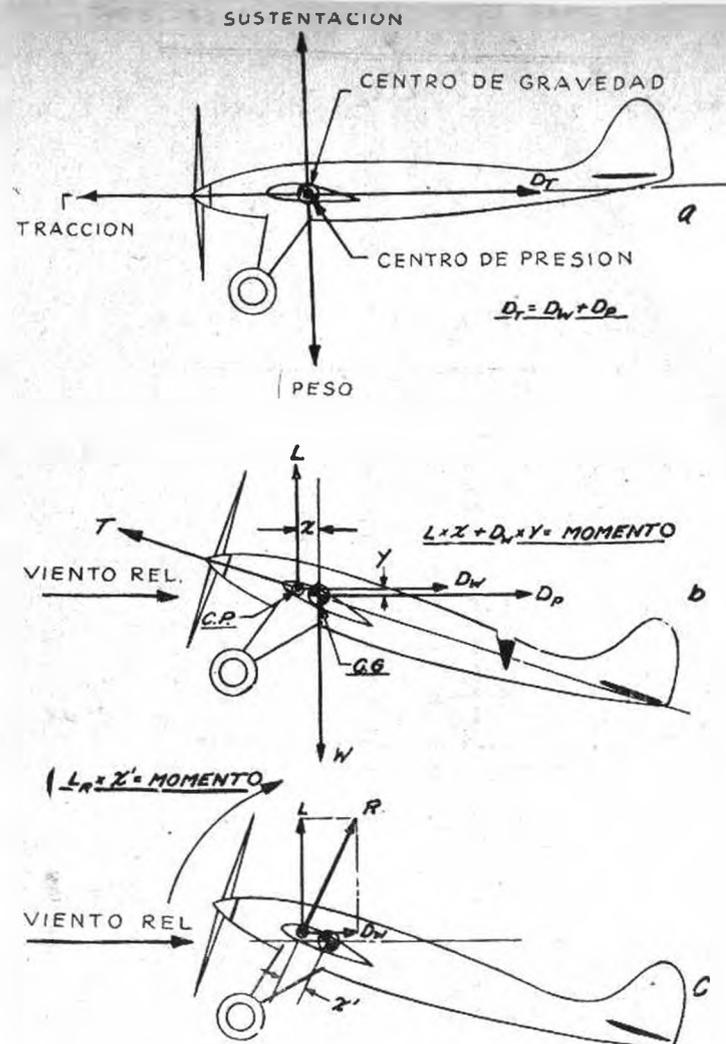

Fig. 84
Para ilustrar el efecto de estas fuerzas sobre la estabilidad longitudinal, supongamos asumir que un modelo está en estado de equilibrio completo actuando todas las fuerzas alrededor del centro de gravedad (fig. 84 a).
Mientras el modelo vuela en una línea normal y mantiene la velocidad constante, las fuerzas de sentido contrario se equilibran entre ellas y mantienen el modelo en posición correcta. Los que hemos hecho volar modelos, especialmente modelos a goma, sabemos cuán improbable es que el avión mantenga una ruta fija y la velocidad constante. Las corrientes de viento molestan continuamente al modelo, destruyendo su equilibrio durante el vuelo. Supongamos entonces que el modelo que vemos en la fig. 84 a ha sido golpeado súbitamente por una corriente que lo ha
desplazado de su eje longitudinal, como se ve en la fig. 84 b.
Analícemos, por lo tanto, las fuerzas del ala. Ya que la sustentación y la resistencia al avance actúan ambas aplicadas en el centro de presión, la resultante (R) tendrá el mismo efecto en la estabilidad longitudinal que las dos unidas (ver capítulos primeros). Si entonces consideramos solamente a la resultante, es evidente que puesto que el centro de presión está adelante del centro de gravedad, se origina un momento de rotación en el sentido de las agujas del reloj (R × X') alrededor del centro de gravedad (fig. 84 c). Desgraciadamente ese momento solamente sirve para aumentar el efecto indeseado, por cuanto actúa en la misma dirección. Aparentemente entonces parecería que el modelo ya no puede volver a su línea normal de vuelo. La fuerza resultante, en efecto, debería continuar a hacer elevar la nariz del modelo hasta llegar al ángulo de ataque crí-